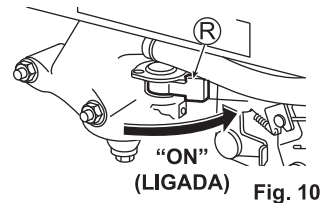

Fig. 10
2. Coloque a válvula de combustível (R) em "ON" (LIGADA). (Veja a fig. 10)